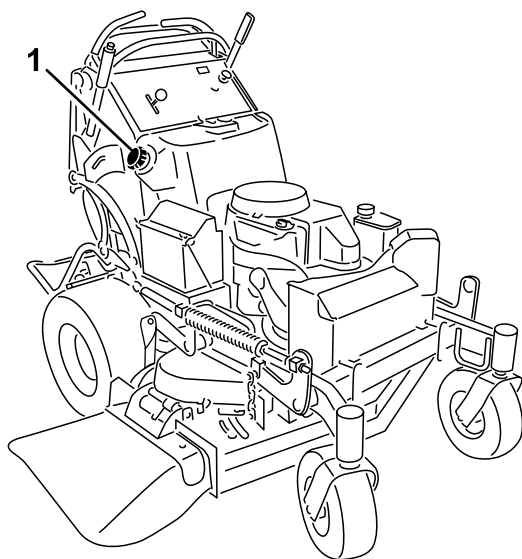

Figura 48
3. Pulite attorno al tappo del carburante per evitare che i detriti finiscano nel serbatoio del carburante (Figura 48).
6. Servendovi della pompa a mano, travasate il carburante in una tanica pulita adatta (Figura 48).